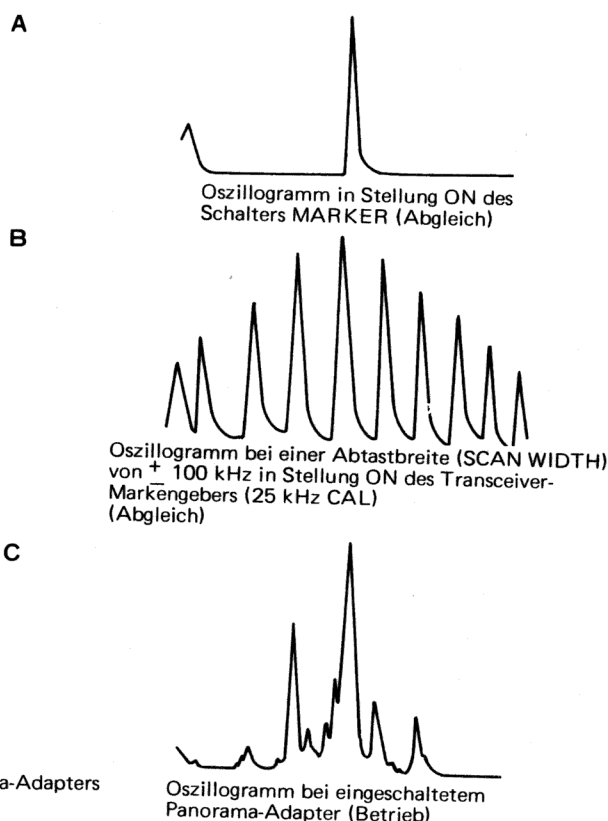

Fig. 8-3 Wellenformen des Panorama-Adapters
Siehe Fig. 8-3 (A).
3. Taste des Markengebers (MARKER) durch nochmaliges Drücken auslösen (Stellung OFF). Den Regler RF GAIN des Transceivers auf MAX, den FUNCTION-Schalter auf CAL 25 kHz und die Treiberstufen-Abstimmung DRIVE auf Maximumanzeige des S-Meters einstellen. Es müssen nun etwa 8 - 10 Nadelspitzen (SPIKES) auf dem Bildschirm erscheinen, wie Fig. 8-3 (B) erkennen läßt. Falls erforderlich, ist die Mittenfrequenz mit Hilfe des Trimmers TC201 und die Abtastbreite durch entsprechende Einstellung des Reglers VR202 (siehe Absatz 2 dieses Abschnitts) so nachzuregeln, bis eine Wellenform gemäß Fig. 8-3 (B) auf dem Bildschirm erscheint.
Es muß nun ein Oszillogramm gemäß Fig. 8-3 (C) auf dem Bildschirm des SM-220 erscheinen.